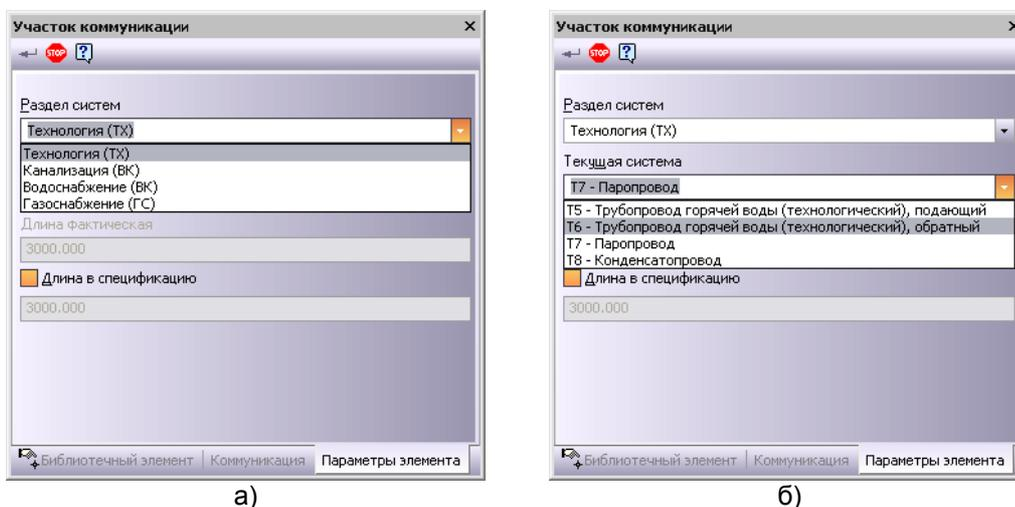

Рис. 2.12 Вкладка **Параметры элемента** при редактировании участка коммуникации: а) выбор раздела систем б) выбор текущей системы
1. На вкладке **Параметры элемента**, расположенной на **Панели свойств** выберите **Раздел систем**, **Текущую систему** (Рис. 2.12).